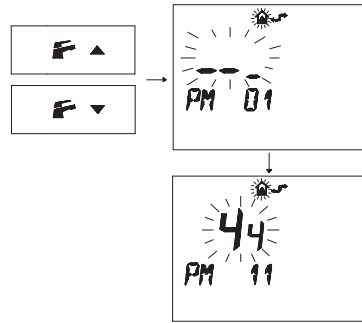

Fig. 5.57
- Premere i pulsanti  $\text{F} \blacktriangledown$  o  $\text{F} \blacktriangle$  per visualizzare la programmazione "PM11" della postcircolazione pompa (Fig. 5.57).